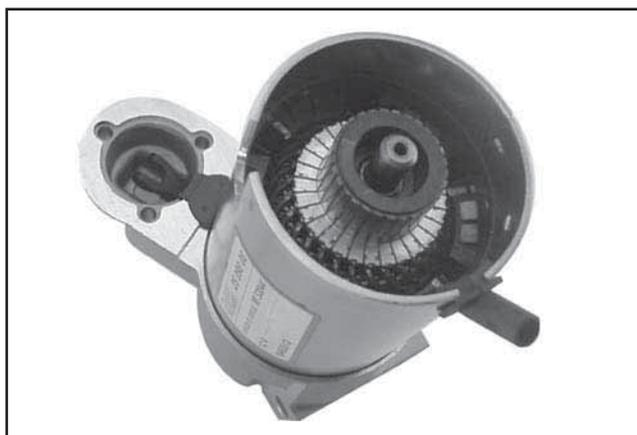

Figure 8-65. Installation du châssis et du tuyau de drainage.
8. Installer le châssis, avec la petite encoche vers l'avant, dans l'armature et le capot de culasse de la transmission. Aligner l'encoche sur la section correspondante de l'œillet en caoutchouc. Installer le tuyau de drainage dans la fente arrière, s'il a été retiré. Voir la Figure 8-65.